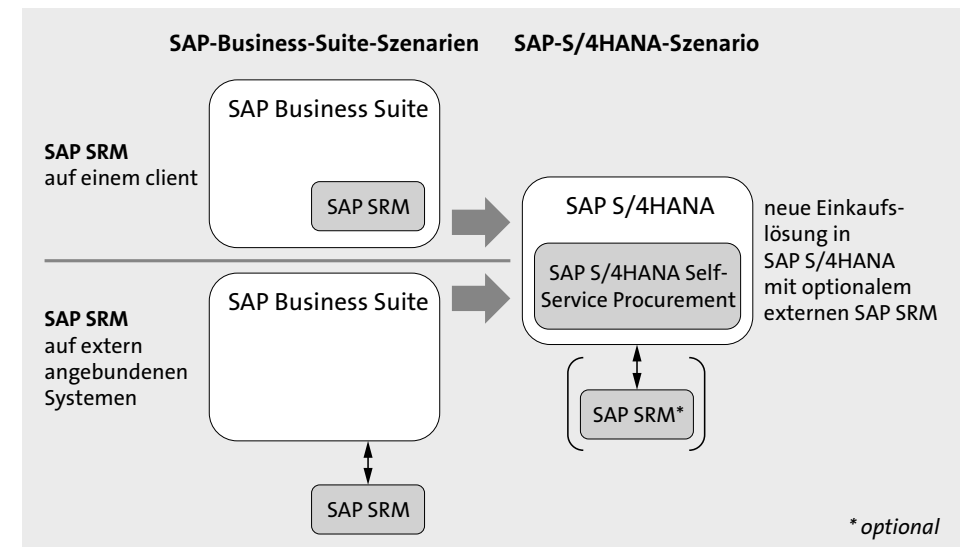

Abbildung 4.7 Beschaffung in SAP S/4HANA
Andererseits – insbesondere, wenn umfangreiche Genehmigungsprozesse mit möglichst einfachen »Bearbeitungsbildern« im System abzubilden waren – war es möglich, SAP Supplier Relationship Management (SAP SRM) im Rahmen verschiedener Deploymentszenarien integriert mit der Materialwirtschaft (MM) einzusetzen. Als mögliche Deploymentszenarien für SAP SRM war dabei die Abbildung im selben System oder alternativ die Abbildung auf einem separaten System umsetzbar. Mit SAP S/4HANA werden nun sowohl die Funktionen für einen Shopping Cart als auch der Betrieb von SAP SRM und SAP ERP in einem System nicht mehr unterstützt. Stattdessen kommt die neue Einkaufslösung zum Einsatz. Abbildung 4.7 stellt diesen Zusammenhang im Überblick dar.